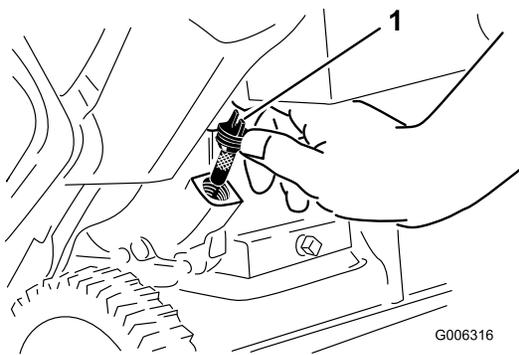

Рисунок 22
7. Отверните масломерный щуп и выньте его (Рисунок 22).